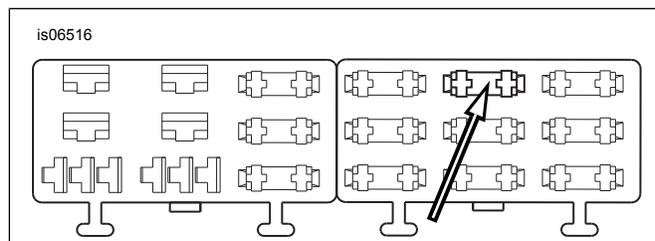

Figure 7. Cavité de bloc fusibles « P&A IGN » (Softail 2004 à 2010)
4. Voir Figure 7. Repérer la cavité de fusible (1) marquée « P&A IGN » sur le couvercle de bloc fusibles. Il y a une borne seulement sur un côté de cette cavité. Par l'arrière, insérer la borne sur le fil adaptateur orange/blanc sur le côté ouvert de la cavité jusqu'à ce qu'elle s'arrête. Examiner une autre borne installée à l'usine pour effectuer une comparaison et s'assurer de l'orientation et la profondeur correctes.